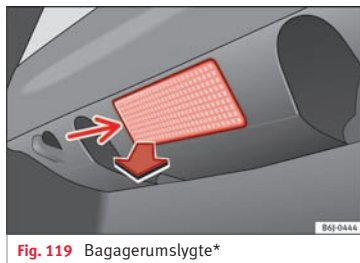

Fig. 119 Bagagerumslampe*
- Tryk på lampeglassets nederste kant (pil) med den flade ende af en skruetrækker, og træk lampeglasset ud » Fig. 119.